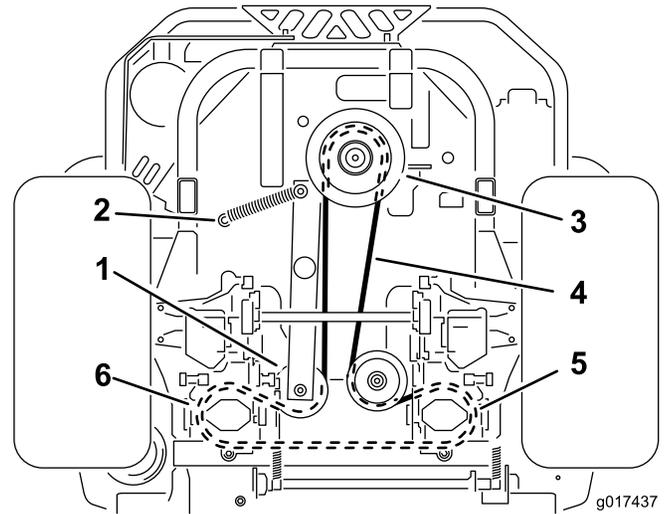

Figura 59
4. Levante la máquina y apóyela sobre gatos fijos (Figura 59).
6. Retire el muelle tensor del espárrago (Figura 59).